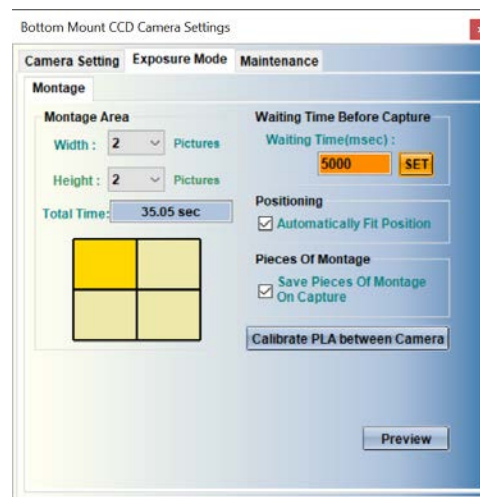

図 17 Montage の設定
3. 希望するモンタージュ画像の枚数を Montage Area の Width、Height に入力する (図 17)。